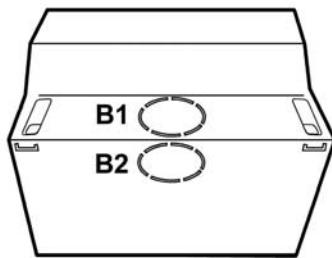
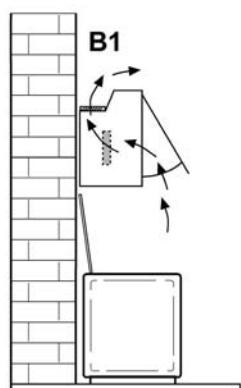

Fig. 2
Fig. 2.2
Die Kochdämpfe und Gerüche werden in die Küche zurückgeleitet. **Bild 2.2**
**Nur Umluftbetrieb:** verwenden Sie AUSSCHLIEßLICH die obere Öffnung **B1** (**Bild 2 - Bild 2.2**), vergewissern Sie sich, dass diese nach Abschluss der Montage nicht verstopft ist und ausreichend Raum vorhanden ist, damit die aufbereiteten Kochdämpfe und Gerüche bequem in die Küche zurückgeleitet werden können.